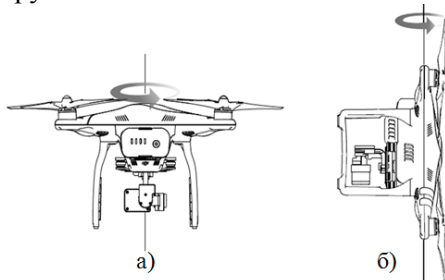

Рис. 3.3. Калібрування компаса
2) Утримуючи коптер в руках, повертаємо його в горизонтальній площині на 360° , після чого індикатор стану коптера повинен загорітись зеленим кольором (рис. 3.3а).
3) Утримуючи коптер вертикально носом вниз повертаємо його на 360° навколо центральної осі (рис. 3.3б). Якщо після калібрування індикатор мигає червоним або жовтим, його слід перемістити в інше місце і виконати калібрування заново.